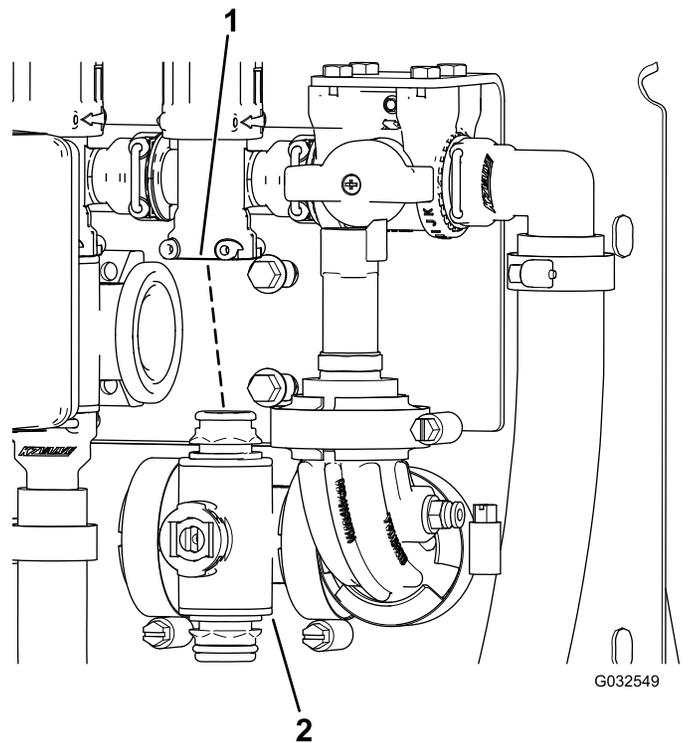

Рисунок 104
3. Снимите с машины коллектор клапана секции (Рисунок 104).